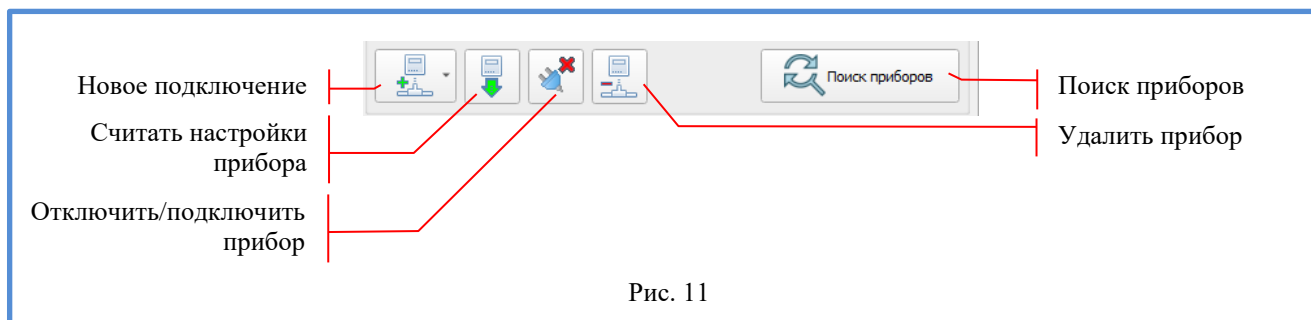

Рис. 11
4.2.3.1 Кнопки «Управление подключением приборов», рис. 11